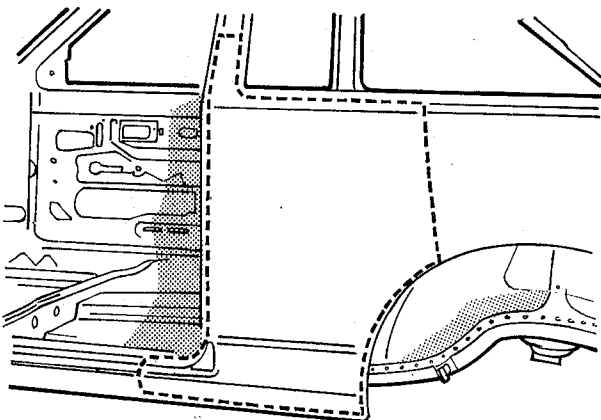

fig. 145
9. Marcar a linha de corte do painel conforme a área a ser reparada (fig. 145)